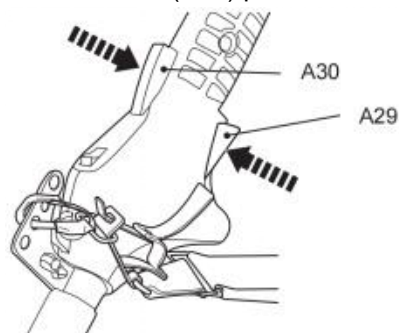

Fig. 41
8. Appuyez sur le verrouillage de l'accélérateur (A30) et la gâchette de l'accélérateur (A29) pour faire fonctionner le produit (Fig. 41).